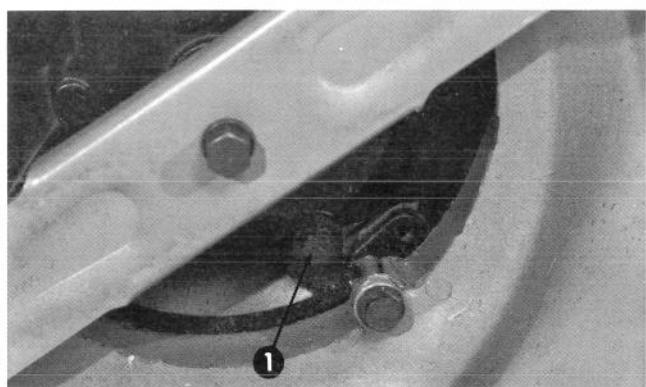

Figure 23
3. Basculez la tondeuse sur son côté gauche et faites tourner la lame de façon à donner accès au bouchon de vidange d'huile (Fig. 23).
4. Nettoyez la surface autour de bouchon. A l'aide d'une clé à fourches de 7/16 pouce, enlevez le bouchon de vidange (Fig. 23). Ramenez graduellement la tondeuse à sa position normale afin de permettre à l'huile de couler dans le bac.